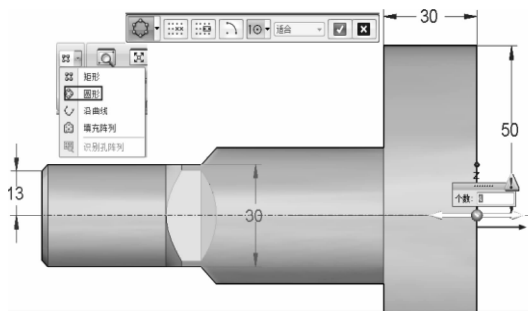

图 7-35 阵列功能
- (3) 选中特征【除料 5】，然后单击【主页】菜单下的【阵列】功能区中的【圆形阵列】按钮，选择杆件的中轴线为阵列的中心轴线，选择如图 7-35 所示的方向。